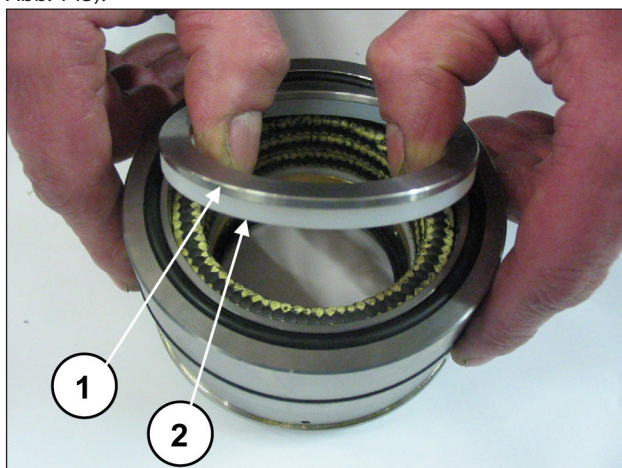
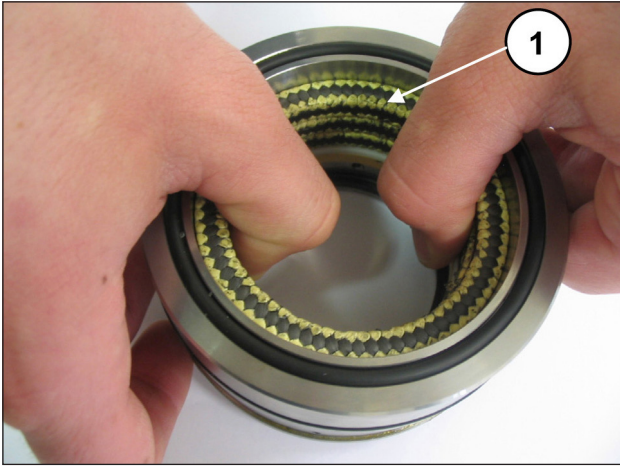

Abb. 142
Abb. 143
Trennen Sie den Dichtungshalter von der Buchse, entnehmen Sie den Federring und den Abstreifring (Pos. ①②, Abb. 142) und legen Sie somit die Druckdichtungen frei (Pos. ①, Abb. 143).